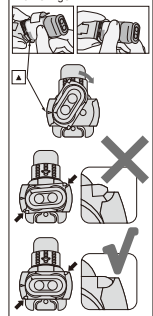

Fig. 3/Abb. 3
- Paste Pak Cartridge Loading (Fig. 3)
- Einsetzen der Paste Pak Kartusche (Abb. 3)